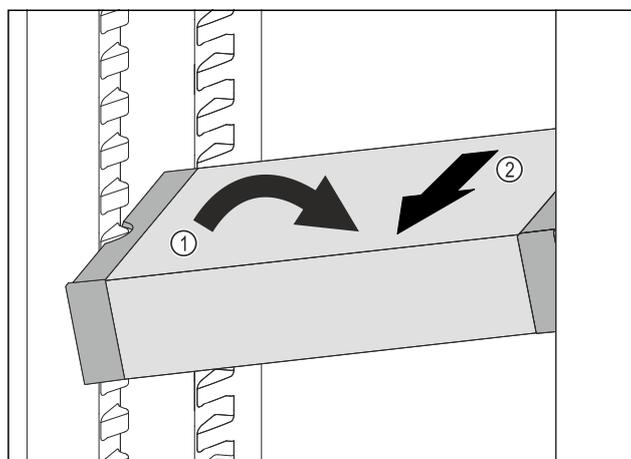

Fig. 66
- ▶ Impostare il vano frigorifero di VarioSafe ad angolo. Fig. 66 (1)
- ▶ Rimuovere VarioSafe tirando in avanti. Fig. 66 (2)